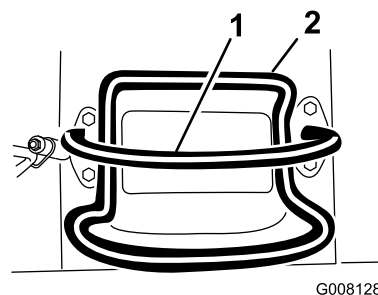

Figura 7
- Per arrestare la macchina, rilasciate il controllo della trazione (**Figura 7**).